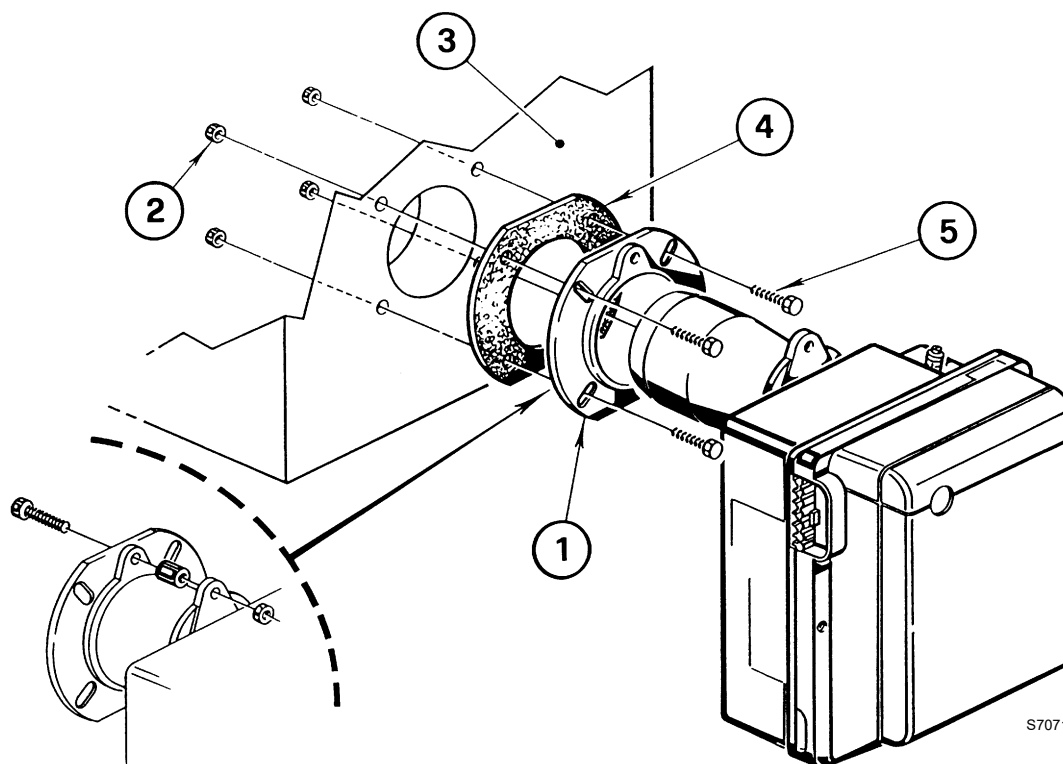

Fig. 9
- Sett inn skruen 5) og de to mutrene 2) på flensen 1)(Fig. 9).
- Fest flensen 1) på døren til kjelen 3) (Fig. 9) med skruene 5) og (om nødvendig) mutrene 2) og legg det isolerende skjoldet 4) (Fig. 9) imellom.